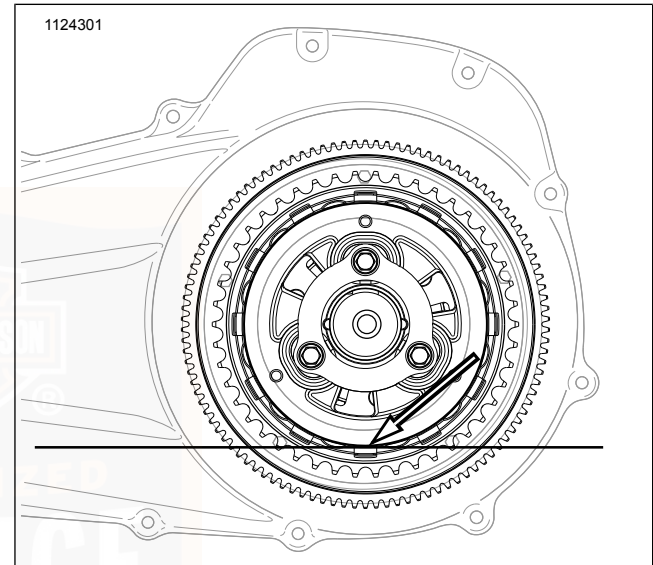

Abbildung 92. Primärer Schmiermittelstand
- b. Siehe Abbildung 92. Der korrekte Füllstand liegt ca. an der Unterseite des Außendurchmessers der Druckplatte.